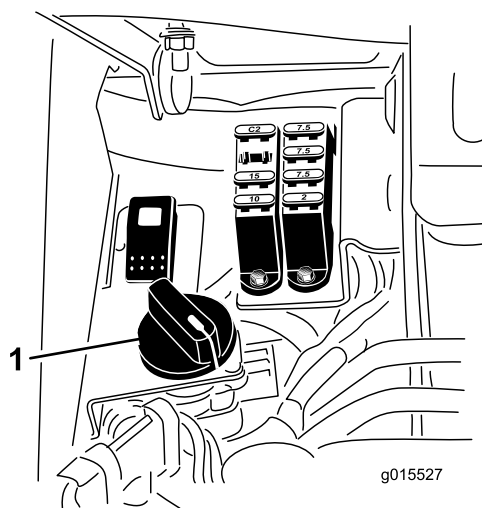

Figura 60
6. Gire el control de velocidad del molinete a la posición 1 (Figura 60).